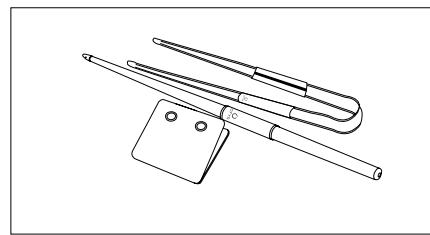

Fig. 4 - OFYR Buffadoo set
- i** Rauchbildung beim Anzünden eines Feuers oder beim Nachlegen von neuem Brennholz kann durch den Einsatz unseres OFYR® Buffadoo (siehe Abb. 4) weitgehend verhindert werden, so dass das neue Holz fast augenblicklich Feuer fängt.